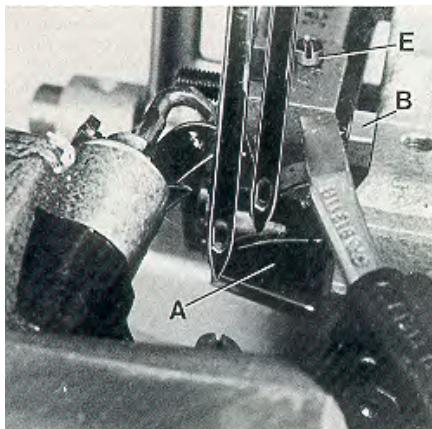

Fig.16
When the needle guard (A, Fig. 16) is in its most forward end position, its guarding surfaces should just contact the back of the needles without deflecting them. After loosening screw (B, Fig. 16) needle guard (A) can be moved accordingly to the front or to the rear. Retighten screw.
Wenn der Nadelanschlag (A, Fig. 16) in seiner vorderen Endstellung ist, sollen seine Schutzflächen die Rückseite der Nadeln gerade berühren, ohne sie abzulenken. Nach Lösen der Schraube (B, Fig. 16) kann der Nadelanschlag (A) entsprechend nach vorne oder hinten geschoben werden. Ziehen Sie die Schraube wieder an.
Adjust the supporting screw (E, Fig. 16) in the feed bar to the required height and assemble the feed dog.